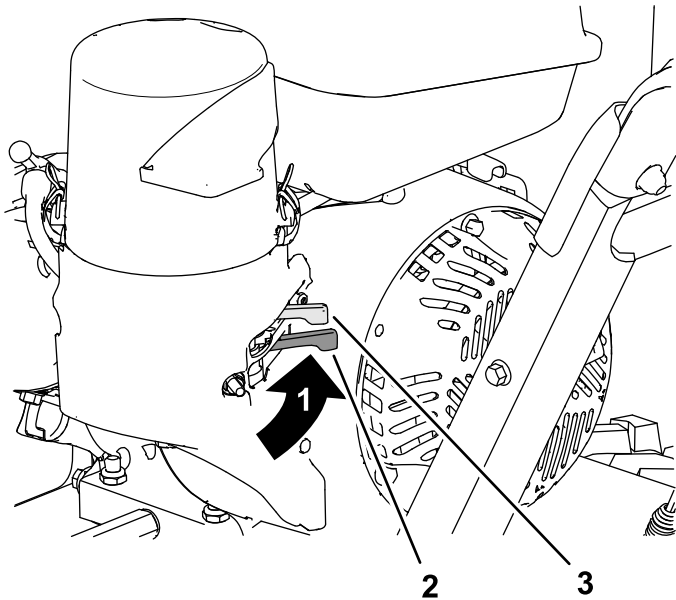

Figura 11
Mova a válvula de corte de combustível localizada por baixo do ar para a direita para ligar o combustível (Figura 11).
2. No lado esquerdo traseiro do motor, mova a alavanca do ar para a esquerda para a posição LIGAR. Num motor quente, deixe a alavanca do ar na posição DESLIGAR (Figura 11).
6. Deixe o motor aquecer durante alguns minutos e, em seguida, mova o ar para a posição DESLIGAR (Figura 11).
- Utilize a válvula de corte de combustível quando não utilizar a máquina durante alguns dias, estacionar a máquina no interior de um edifício ou transportar a máquina para e do local de trabalho (Figura 11).